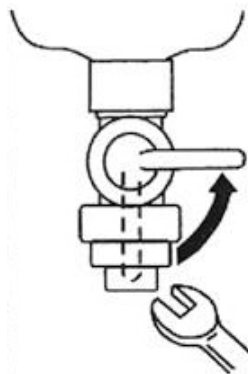

Рис. 6
2. Открутите с помощью ключа нижнюю крышку топливного фильтра, как показано на схеме (рис. 6).
- 2.2. Открутите с помощью ключа крышку топливного фильтра, как показано на схеме (**рис. 6**).